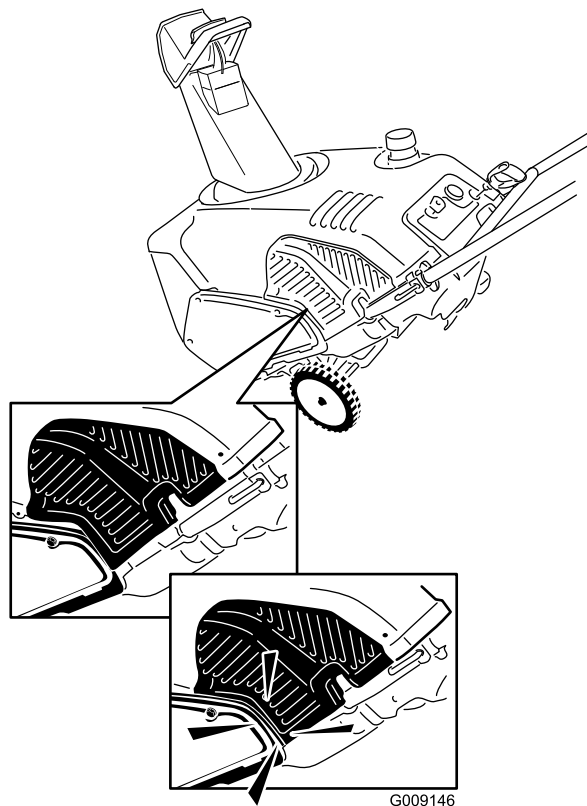

Bild 34
15. Stecken Sie die untere Lippe der Schutzvorrichtung hinter die Riemenabdeckung (Bild 34).